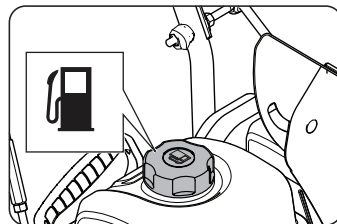

Рис. 3
- Бензин: Залейте 92 бензин в топливный бак бензинового двигателя. Не используйте бензин с истекшим сроком годности или с более низким октановым числом. Не переполняйте бак во избежание перелива (см. рис. 3).